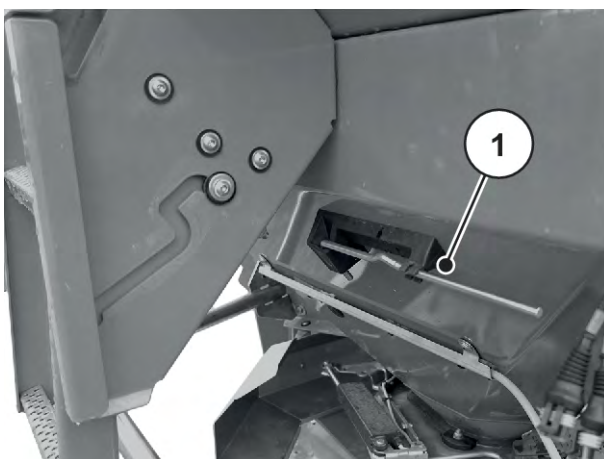

Fig. 27: Indstillingsarmens placering AXIS xx.2
- ▶ Læg indstillingsarmen tilbage i den dertil beregnede holder. Se *Fig. 27 Indstillingsarmens placering AXIS xx.2*